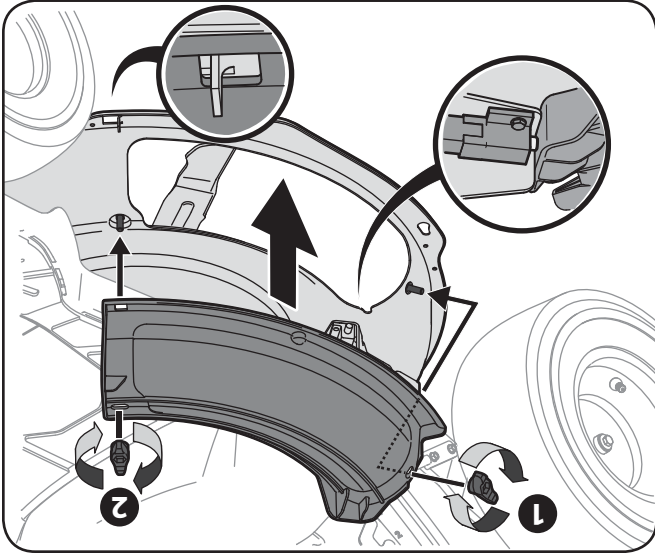

Figure 3-10
2. Installez le bouchon de déchiquetage sur l'orifice d'évacuation du plateau de coupe. Introduisez les goujons sur la surface du plateau de coupe dans les trous sur la partie supérieure du bouchon de déchiquetage. Introduisez la petite encoche sur le rebord du plateau de coupe dans le trou carré sur la partie inférieure du bouchon de déchiquetage. Voir Figure 3-10.